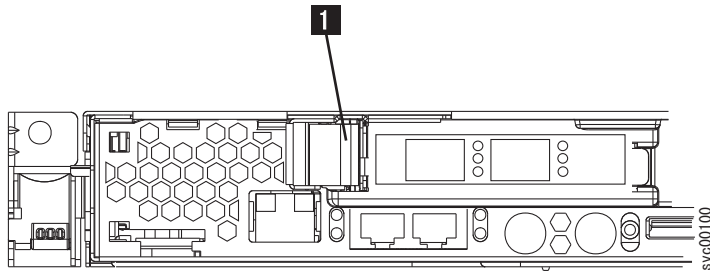

図 185. SAN ボリューム・コントローラー 2145-8F2 または SAN ボリューム・コントローラー 2145-8F4 PCI スロット 1 カード・リテーナー
1. ファイバー・チャンネル・カードをスロット 1 に取り付けます (215 ページの図 185 を参照)。